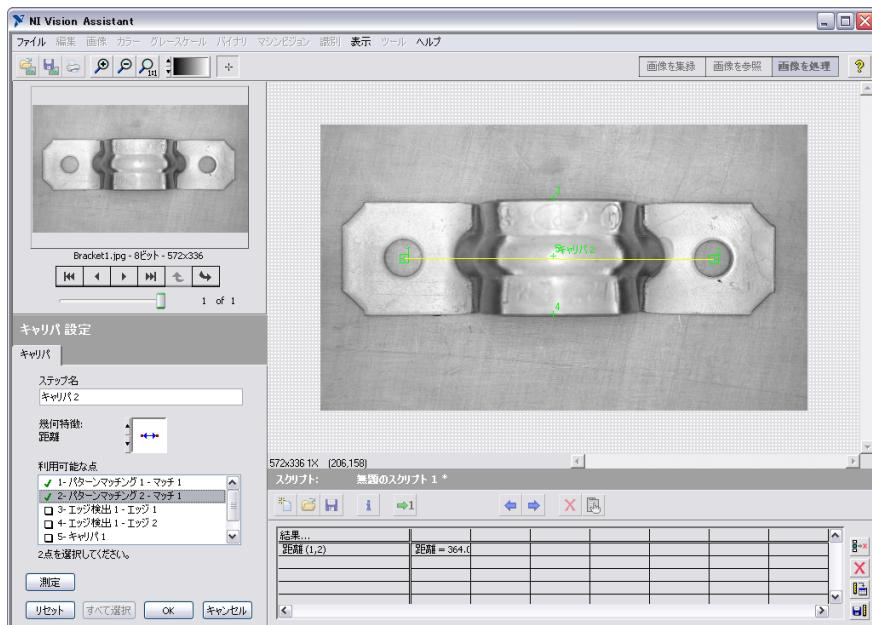

図 4-7. キャリバ関数でブラケットの距離を検出する
9. **測定**をクリックして、ブラケットの穴間の距離が計算されます。距離測定値が、結果表に追加されます（図 4-7）。